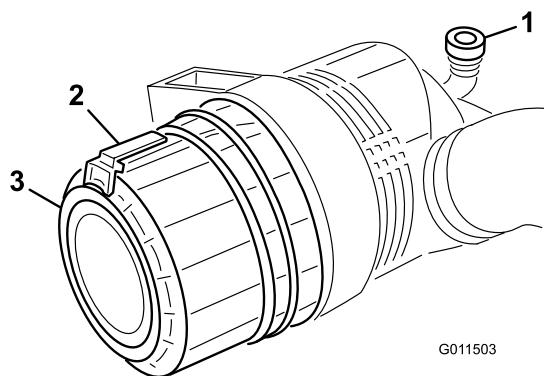

Figure 45
- Tirez le verrou vers l'extérieur et tournez le couvercle du filtre à air dans le sens antihoraire (Figure 45).